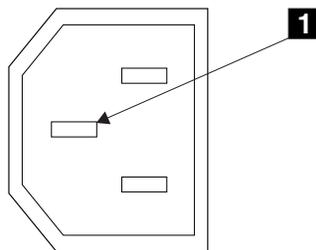

図 6. アース・ピン
6. SAN ボリューム・コントローラー 2145-4F2 のフレームと各電源コネクターのアース・ピンの導通を検査する。図 6 は、アース・ピンの位置を示しています。